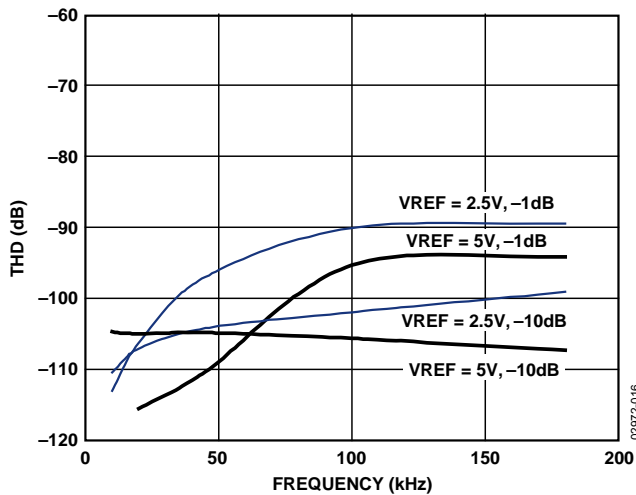

図17.THDの周波数特性
- ACアプリケーションの場合、ドライバはAD7687 と釣り合う THD性能を持つ必要があります。図 17 に、ドライバに必要なTHD周波数特性を示します。